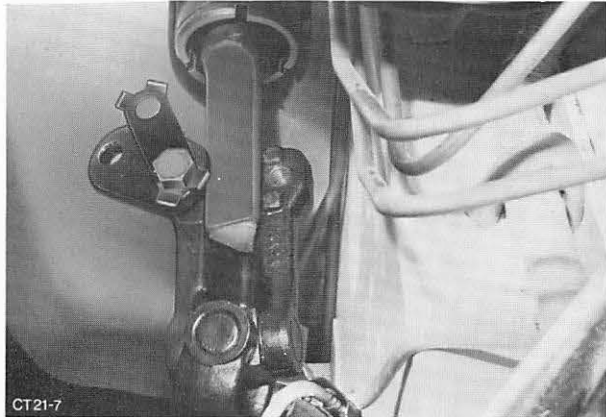

Abb. 275 Verbindungsgelenk – Lenkspindel abbauen
3. Sicherungsblech von Verbindungsgelenk-Lenkspindel aufbiegen, Schrauben lösen, eine Schraube entfernen und Lasche zur Seite schwenken, Abb. 275.